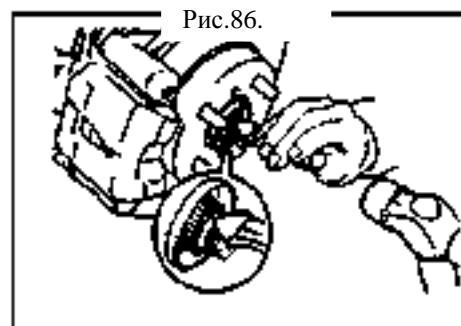

Рис.86.
80. Установите гайку передней левой ступице (рис.86).
- (b) Вставьте профильную часть гайки в паз при помощи долота (рис.86). Совет: выполните эти шаги на другой стороне.